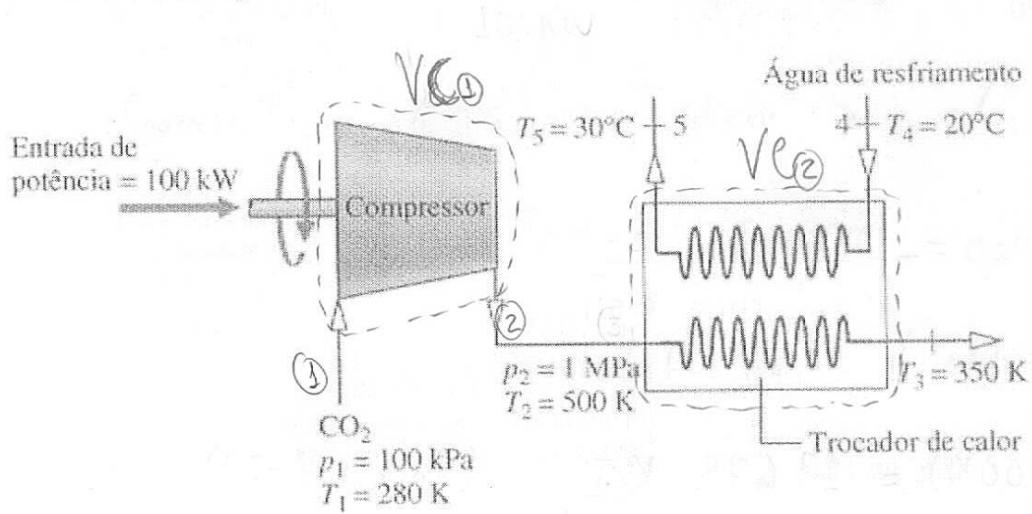

Fig. P4.100
4.100 Dióxido de carbono (CO_2) modelado como um gás ideal escoa através do compressor e do trocador de calor ilustrados na Fig. P4.100. A potência de acionamento do compressor é de 100 kW. Um fluxo separado de água de resfriamento líquida escoa ao longo do trocador de calor. Todos os dados fornecidos são relativos a uma operação em regime permanente. As perdas de calor para a vizinhança e os efeitos das energias cinética e potencial podem ser ignorados. Determine (a) a vazão mássica de CO_2 , em kg/s, e (b) a vazão mássica da água de resfriamento, em kg/s.